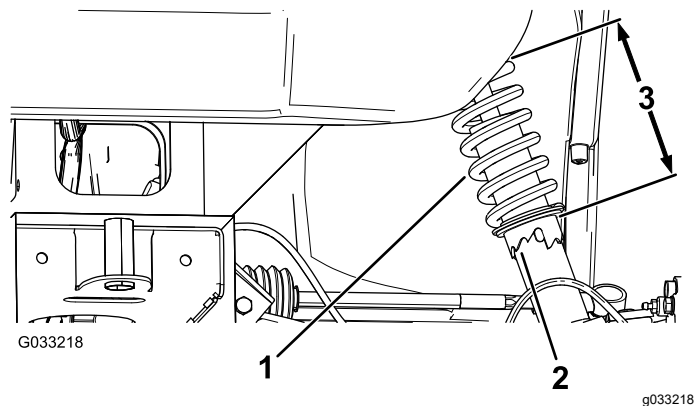

Figura 55
2. Si la caída de la rueda está mal, utilice la llave de gancho para girar el collarín del amortiguador para alinear la rueda (Figura 55).